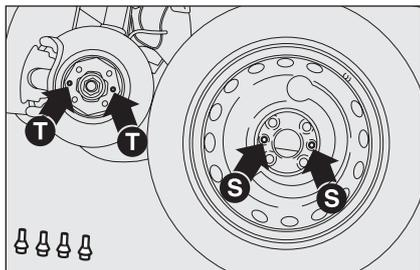

fig. 7
- monte la rueda de repuesto (más pequeña que una rueda normal) haciendo coincidir los orificios **S**-fig. 7 con los espárragos de centrado **T**;
- monte la rueda normal de uso haciendo coincidir los orificios **S**-fig. 7 con los espárragos de centrado **T** correspondientes;